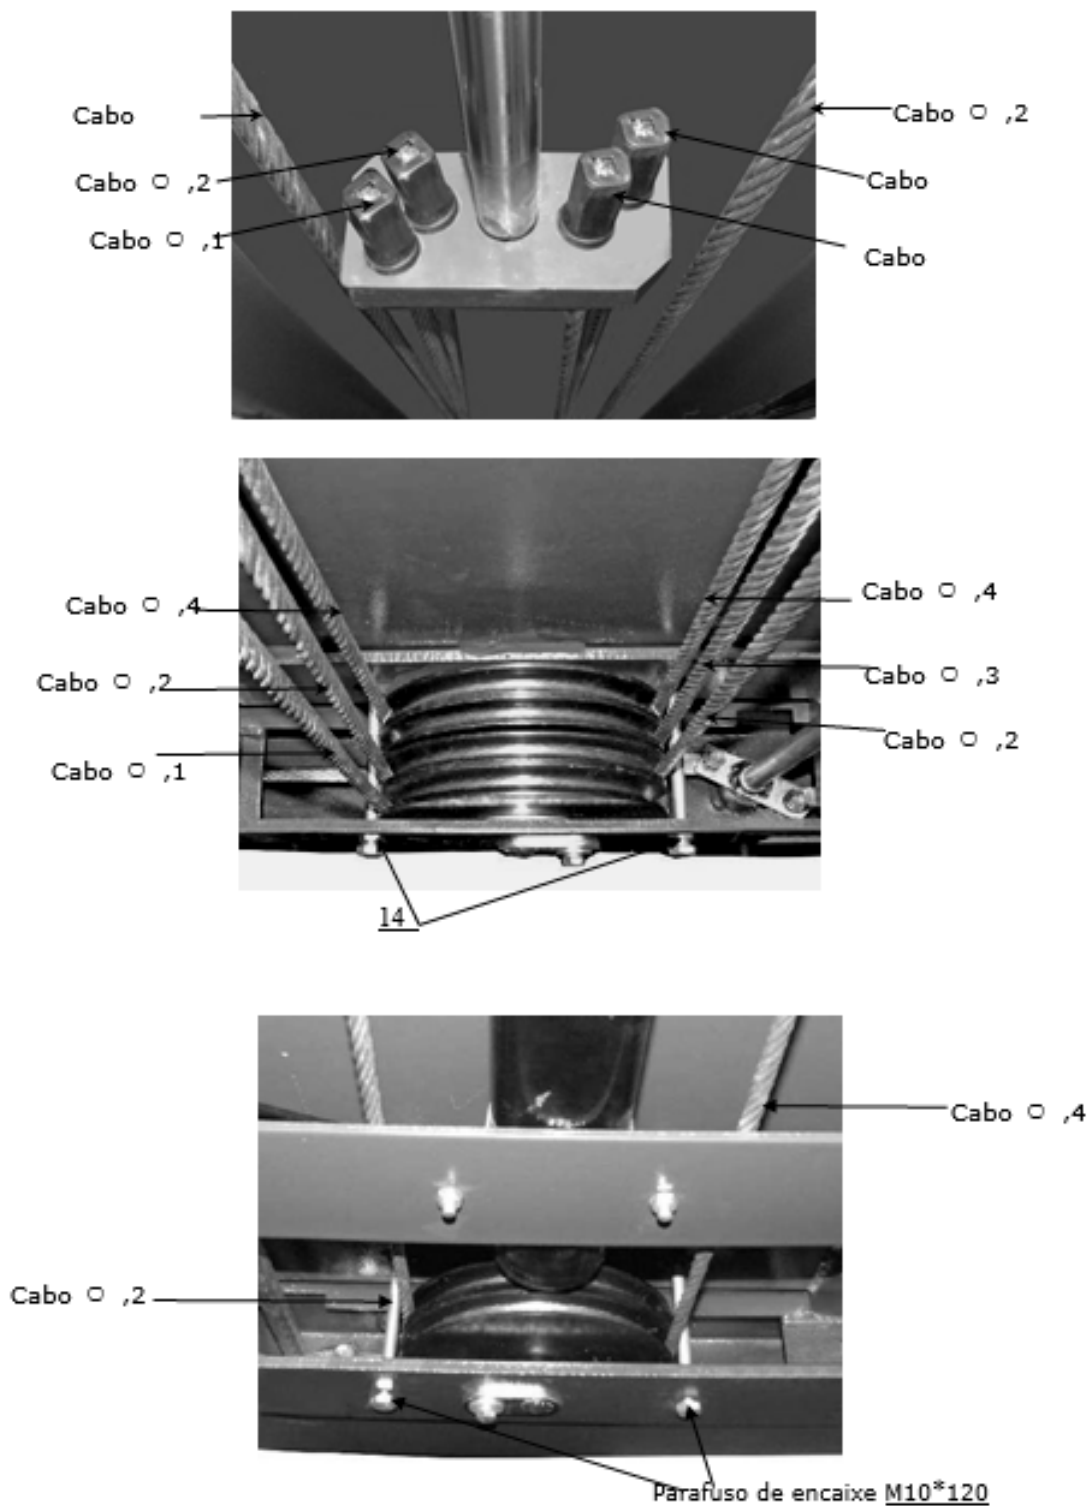

FIG.28
3. A visão geral esboçada dos cabos finalmente instalados sob a plataforma. (Ver Fig. 28).